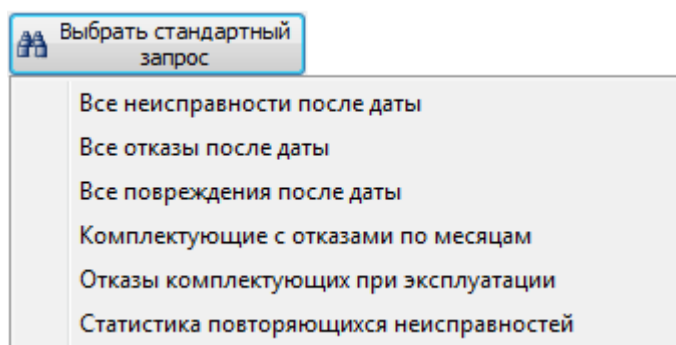

Рис. 26-57 – Кнопка «Выбрать стандартный запрос»
4) При необходимости воспользоваться стандартными запросами, нажать кнопку «Выбрать стандартный запрос» и из раскрывшегося списка выбрать стандартный запрос (рис. 26-57).